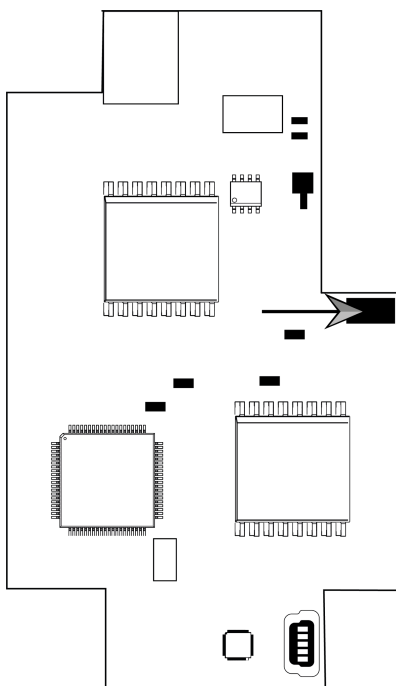
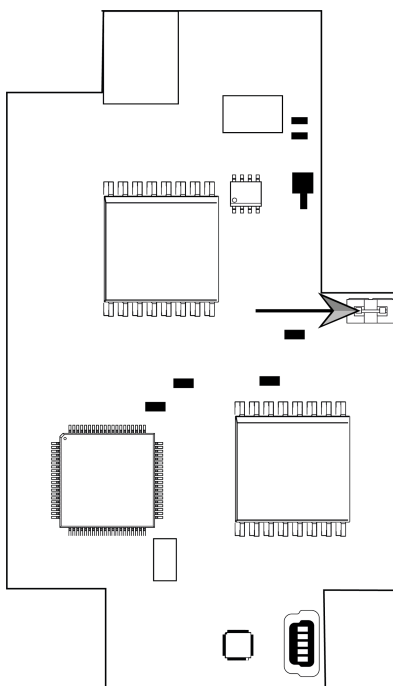

Fig.80- Ancre anti-collision avec résistance d'équilibrage active
Fig.81- Ancre anti-collision avec résistance d'équilibrage désactivée
2. Retirez le cavalier indiqué dans Figure 80, vous obtiendrez ce qui est indiqué dans Figure 81